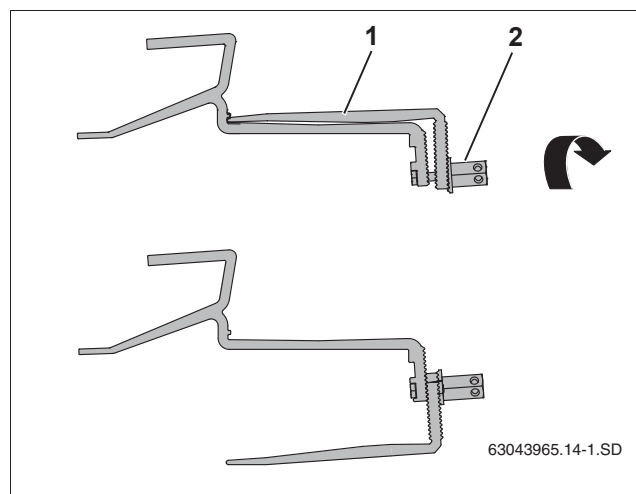

Рис. 12 Поворачивание нижней части кровельных крюков
- ▶ Отверните высокую гайку (рис. 12, [2]) на кровельном крюке и переведите его нижнюю часть (рис. 12, [1]) в правильное положение.